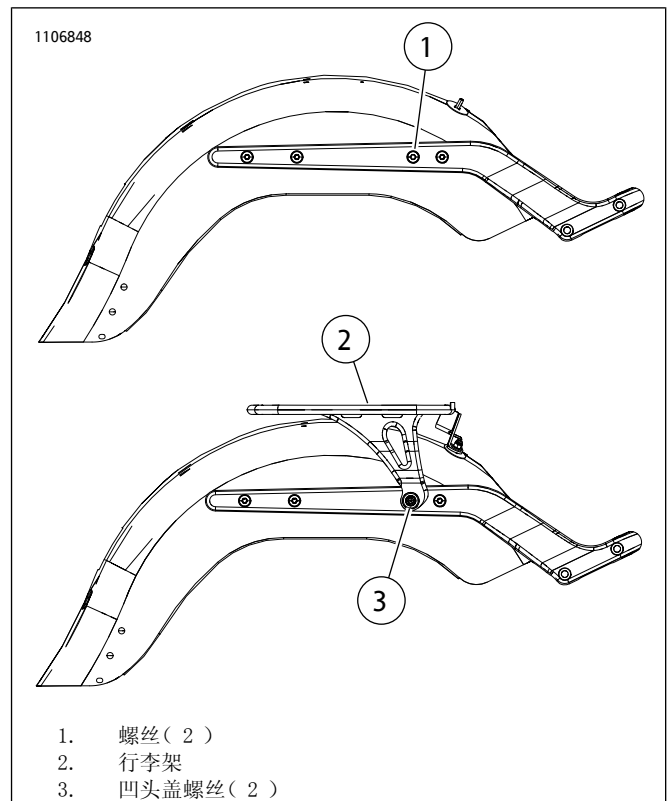

图6。套件50300154和50300156
2. 参见图6。从挡板上拆下螺丝(1)。
- d. 参见图6。将行李架侧板上的孔对准挡板上的孔。